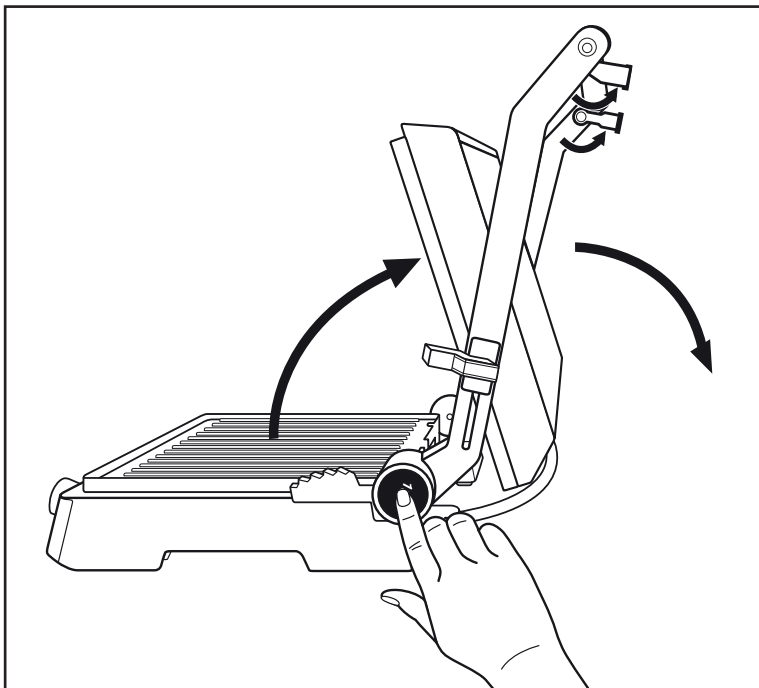

Bild 1
- 1) Fäll ut de båda stödfötterna ❶ (bild 1).
- 2) Tryck på öppna-knappen 180° ❸ (bild 1) och öppna locket så mycket, att båda värmeplattorna ❷ kan användas som bordsgrill.